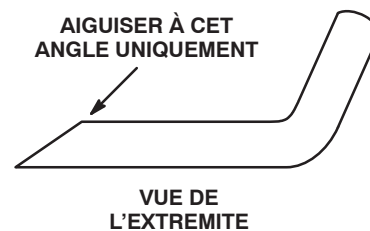

Figure 28
3. Examinez les tranchants de toutes les lames et affûtez-les s'ils sont émoussés ou ébréchés. N'affûtez que le haut du tranchant et conservez l'angle de coupe d'origine pour obtenir une coupe nette (Fig. 28). Limez la même quantité de métal sur chacun des deux tranchants pour ne pas déséquilibrer la lame.